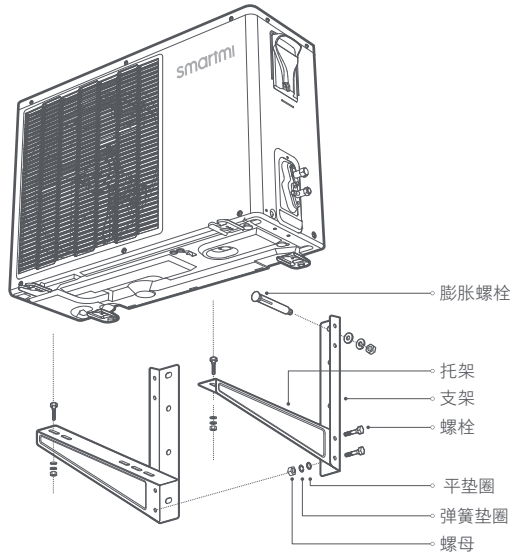

图5
- 用安装支架配套的螺栓及平垫圈、弹簧垫圈和螺母将支架和托架组装在一起。如图 5 所示